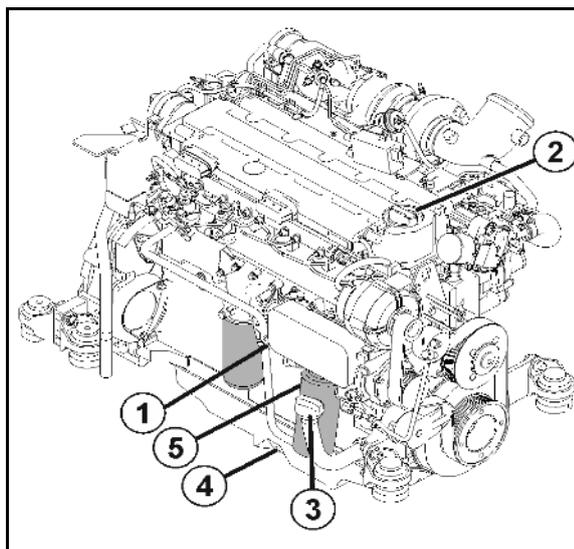

Fig. 166
2. Desserrer et retirer la cartouche du filtre à huile (Fig. 166/5) avec un outil usuel.